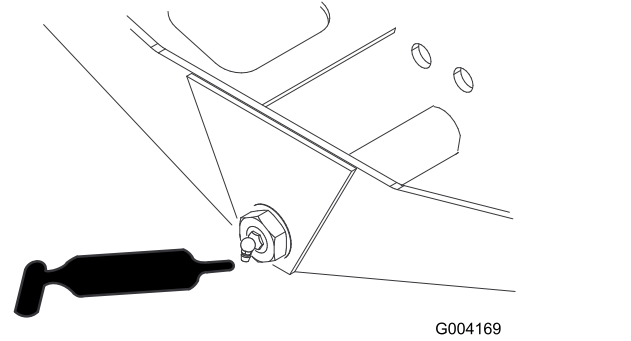

Figura 69
- Perno sterzante del ponte (1) (Figura 69)